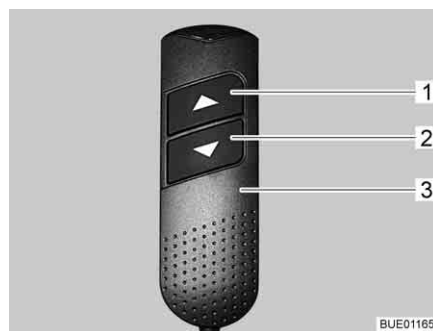

Fig. 71 Elemento di regolazione
- Sull'elemento di regolazione (Fig. 71,3) premere contemporaneamente i due tasti freccia (Fig. 71,1 e 2) e tenerli premuti fino a quando il letto basculante non si è spostato completamente verso il basso. Una volta rilasciati i tasti viene emesso un segnale acustico di conferma.
- Sull'elemento di regolazione (Fig. 71,3) premere il tasto freccia inferiore (Fig. 71,2) e tenerlo premuto fino a quando il letto basculante non ha raggiunto la posizione finale in basso.
- Sull'elemento di regolazione (Fig. 71,3) premere il tasto freccia superiore (Fig. 71,1) e tenerlo premuto fino a quando il letto basculante non ha raggiunto la posizione finale in alto.
- Portare leggermente il letto basculante con i tasti freccia (Fig. 71,1 o 2) nella direzione opposta.